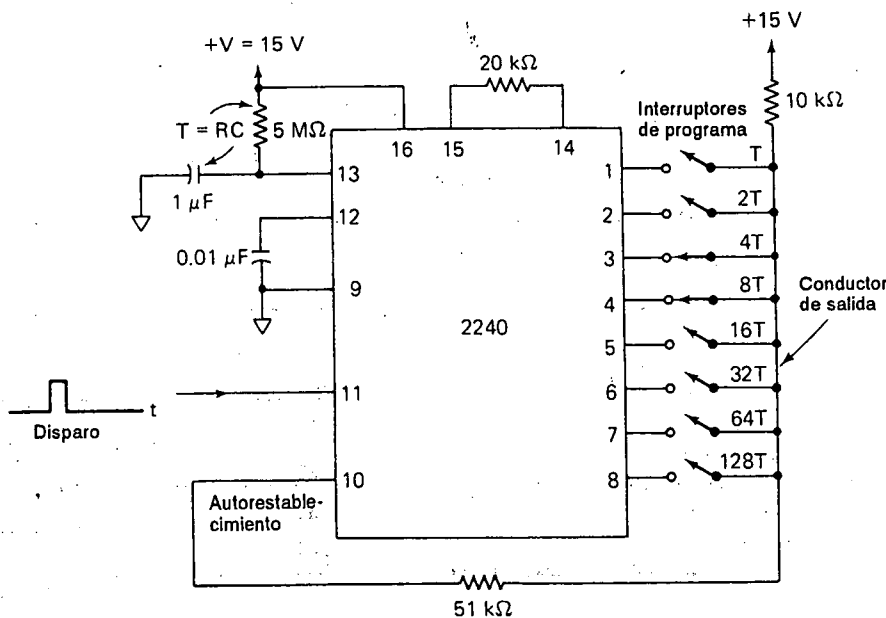
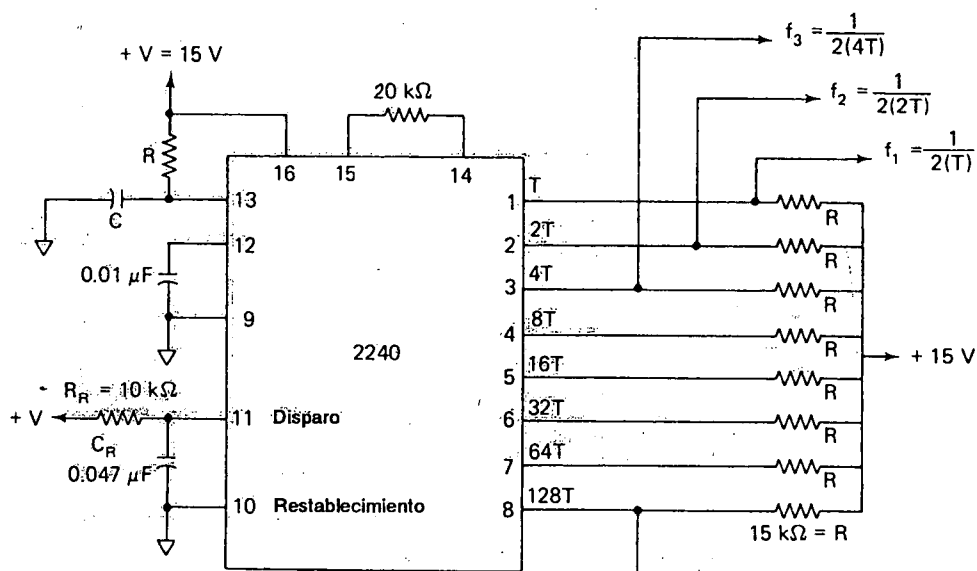
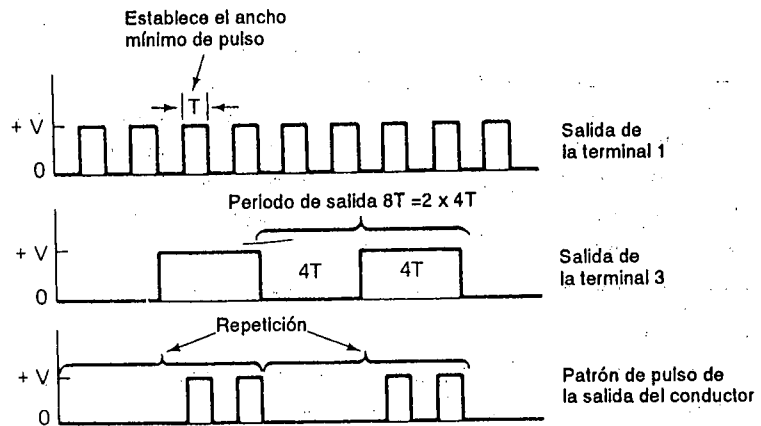

FIGURA 13-18 Temporizador programable de 5 a 21 min kl15 s en intervalos de 5 s.
FIGURA 13-19 Oscilador libre con salidas sincronizadas
FIGURA 13-20 Generador de señal de patrón binario con salidas T y 4T conectadas al conductor de salida.
El 2240 está cableado para operación monoestable en la aplicación de la figura 13-18 como temporizador programable. Cuando el disparo de entrada se va a alta, el conductor de salida va a baja para un periodo del ciclo igual a T_{sum} (véase la sección 13-8.3). Al final del ciclo temporizador, el conductor de salida se va a alta. La conexión del conductor de salida a través del resistor de $51 \text{ k}\Omega$ para restablecer la terminal 10 fuerza al temporizador a restablecerse por sí mismo cuando la salida se va a alta. Por tanto, después de cada pulso de disparo, el 2240 genera un intervalo temporizador de acuerdo con los interruptores de programación.
En la figura 13-18, $C = 1.0 \mu\text{F}$ y $R = 5 \text{ M}\Omega$ para establecer que el periodo base de tiempo dado por la ecuación (13-10) sea de 5 s. ¿Cuál es (a) el ciclo temporizador para la posición del interruptor que se muestra en la figura 13-18? (b) ¿el ciclo temporizador mínimo programable; (c) el máximo ciclo temporizador programable?
El 2240 opera como un oscilador libre en el circuito de la figura 13-19. La terminal de restablecimiento está conectada a tierra de modo que el 2240 permanecerá en su ciclo temporizador una vez que enciende. Cuando se aplica corriente, R_R y C_R acoplan un pulso que va a positivo en la entrada de disparo 11 para activar la base de tiempo interna de tiempo del oscilador.
En la figura 13-19, $T = 2.5$ ms; ¿cuáles frecuencias están presentes en (a) salida 1; (b) salida 2; (c) salida 3; (d) salida 4?
Los patrones de pulso similares a los que se muestran en la figura 13-20 se generan por la versión modificada de la figura 13-19. La modificación requiere que los ocho resistores de salida se reemplacen por interruptores de programa y una resistencia única de 10 k Ω similar al que se ilustra en la figura 13-18. También se elimina la resistencia de 51 k Ω entre el conductor de salida y la terminal de autorestablecimiento.
La salida es un tren de pulsos que depende de cuáles interruptores de programa están cerrados. El periodo del patrón de pulso se establece por el interruptor de programa más alto que está cerrado. Y el ancho de pulso se establece por el interruptor de programa más bajo que está cerrado. Por ejemplo, si están cerrados los interruptores $4T$ (terminal 3) y $1T$ (terminal 1), el patrón de pulsos se repite cada $2 \times 4T = 8T$ segundos (véase la figura 13-20). El ancho mínimo de pulso es $1T$. Para
determinar el patrón real de pulso, consúltense la carta de tiempo relacionada con la figura 13-16(b). Si los interruptores 1T y 4T están cerrados, hay un pulso de salida sólo cuando hay pulsos de salida en alta para cada línea. Los patrones de pulsos repetidos se muestran en la figura 13-20.
- 13-15. En el ejemplo 13-9, C se cambia a $0.1 \text{ }\mu\text{F}$ y R a $500 \text{ k}\Omega$. Obtenga (a) el periodo base de tiempo; (b) el ciclo de temporizado para las posiciones de interruptores que se muestran en la figura 13-18; (c) el ciclo máximo temporizador.